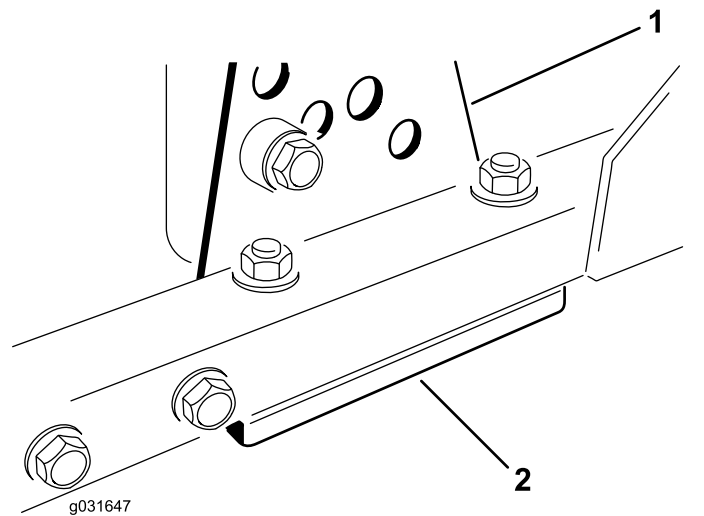

Figura 70
1. Togliete la staffa dell'altezza di taglio (anteriore, sinistra o destra) dal telaio dell'apparato di taglio (Figura 70).
2. Regolate gli spessori di 1,5 mm e/o 0,7 mm fra il telaio dell'apparato di taglio e la staffa per ottenere l'altezza di taglio desiderata (Figura 70).
3. Montate la staffa dell'altezza di taglio sul telaio dell'apparato di taglio, lasciando gli spessori rimasti sotto la staffa (Figura 70).